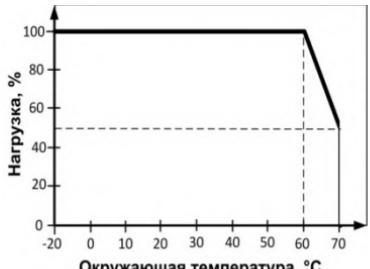

Рисунок 1 – Зависимость нагрузки
- температура окружающего воздуха от -20 °C до +70 °C (свыше +60 °C снижается нагрузочная способность, см. рис. 1);